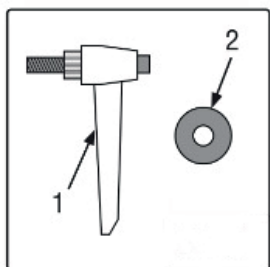

Рис. 4.
1. Соберите стопорный рычаг в сборе (рис. 4 – 1) и шайбу (рис. 4 – 2).